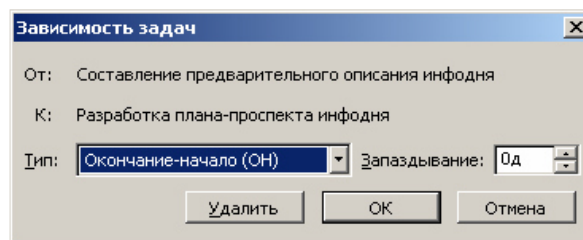

Рис. 2.5. Определение зависимости графическим способом
- > Установите курсор мыши на подзадачу предшественника, нажмите на левую кнопку и переместите мышь на задачу последователя. По умолчанию создается связь «Окончание-начало», которая отражается на всплывающей подсказке. Здесь Вы можете изменить тип связи по умолчанию и установить запаздывание (рис. 2.5).